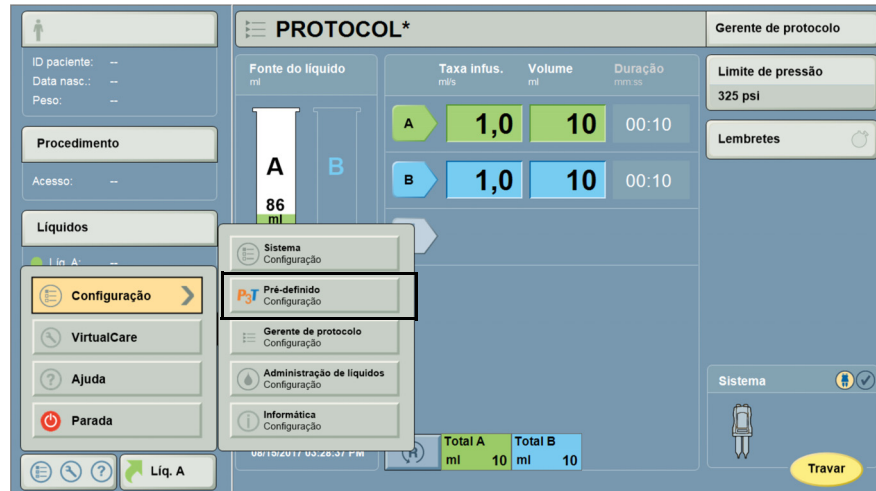

Figura 13 - 4: Categorias de configuração (configuração de P3T)
2. Selecione **Configurações predefinidas de P3T**. Consulte Figura 13 - 4: Categorias de configuração (configuração de P3T).